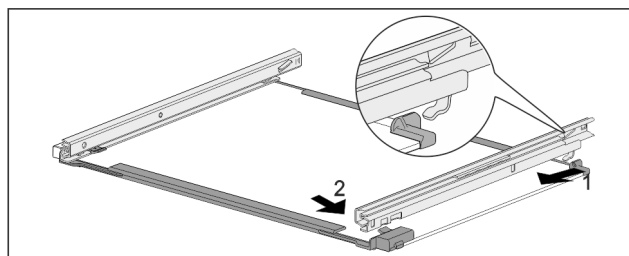

Fig. 68 Płyta szklana z szynami
- ▶ Zaczepić szynę z tyłu. Fig. 68 (1)
- ▶ Zazębnić szynę z przodu. Fig. 68 (2)